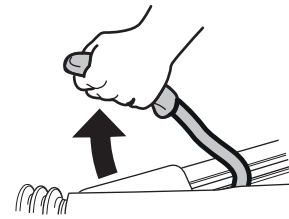

Fig. 8
- ▶ Serrer le frein à main et/ou bloquer les pneus avec des cales (Fig. 8).